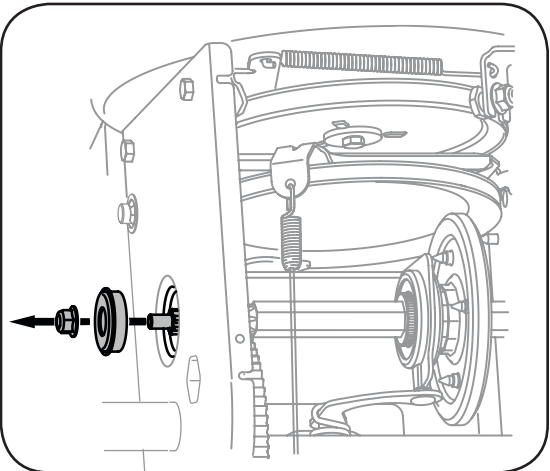

Figure 6-11
4. Retirez doucement l'écrou à six pans et la rondelle qui maintiennent l'arbre hexagonal sur le châssis de la souffeuse et frappez doucement sur l'extrémité de l'arbre pour dégager le roulement à billes du côté droit du châssis. Voir la Figure 6-11.